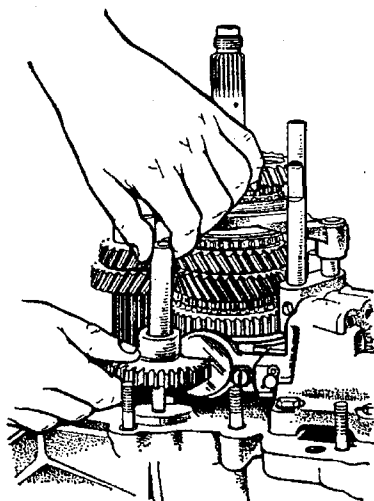

Рис. 3.23. Снятие и установка оси и промежуточной шестерни заднего хода
– вынуть ось (рис. 3.23) промежуточной шестерни заднего хода с шестерней заднего хода из картера сцепления и, сдвинув в сторону, вынуть её;
- установить ось с промежуточной шестерней заднего хода в картер сцепления, совместив промежуточную шестерню заднего хода с вкладышем вилки включения заднего хода (рис. 3.23);